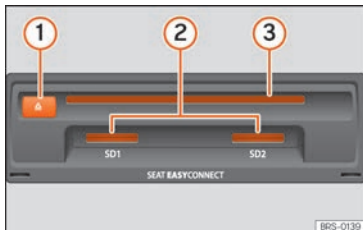

Abb. 224 Datenträger-Einschübe im Handschuhfach.
- CD oder DVD so weit in den DVD-Schacht »» **Abb. 224**  einschieben, bis sie automatisch eingezogen wird.
nach oben (Kontaktflächen nach unten) in den Speicherschacht »» **Abb. 224**  oder »» **Abb. 199**  einschieben, bis sie einrastet.